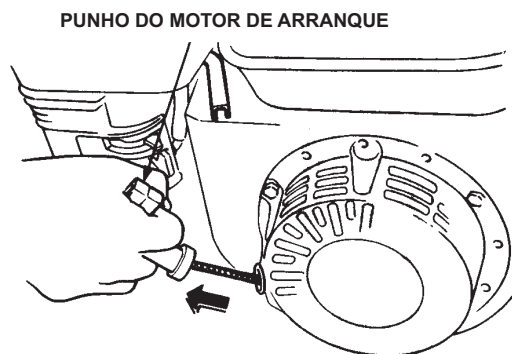

Figura 27. Punho do motor de arranque
5. Agarre o punho do motor de arranque (Figura 27) e puxe-o lentamente. A resistência torna-se elevada em determinado ponto, correspondendo ao ponto de compressão. Puxe rápida e suavemente o punho do motor de arranque para arrancar.